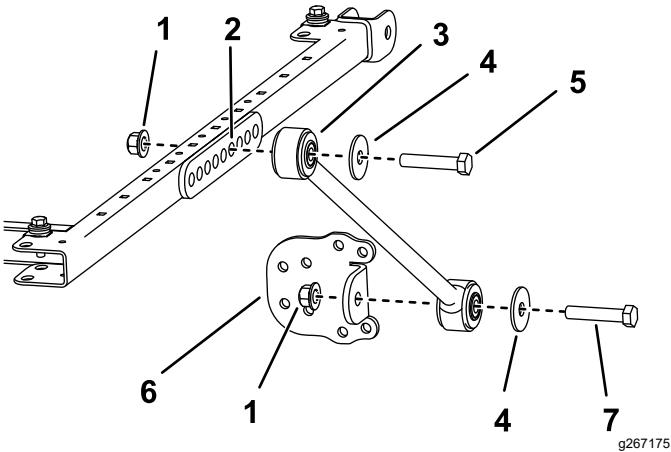

Figure 27
- 11. De chaque côté du cadre du pare-soleil, fixez légèrement un renfort dans le sixième trou du support à l'aide d'un boulon ($\frac{1}{2}$ " x 2 $\frac{3}{4}$ "), d'une rondelle ($\frac{1}{2}$ "), et d'un écrou à embase ($\frac{1}{2}$ "), comme montré à la Figure 27.
12. Fixez légèrement un support à chaque renfort à l'aide d'un boulon ($\frac{1}{2}$ " x $2\frac{1}{2}$ "), d'une rondelle ($\frac{1}{2}$ ") et d'un écrou à embase ($\frac{1}{2}$ "), comme montré à la Figure 27.